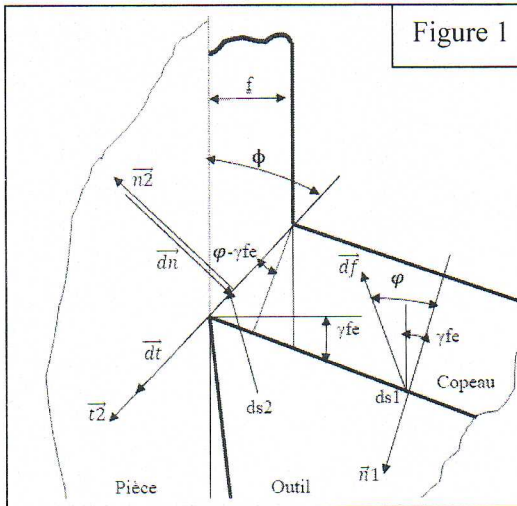

Figure 1
- Placer les forces agissant sur le copeau (figure 1). Définir et identifier ces forces.